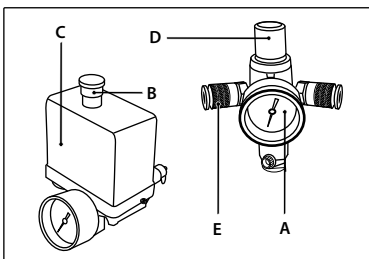

Рис. 9
Компрессор работает полностью автоматически при помощи реле давления (С) (рис. 9), останавливающего двигатель по достижении максимального давления и запускающего компрессор при падении давления до минимального установленного уровня (на 2 бара меньше максимального рабочего давления).
Чтобы остановить компрессор, переведите выключатель реле давления (В) в положение «OFF» (рис. 9) («Выключено»). Выключение прессостатом позволяет стравить сжатый воздух, находящийся в цилиндрах и нагнетательном контуре компрессора, что облегчает повторный запуск.
Регулировка выходного давления сжатого воздуха возможна с помощью выходного редуктора и манометра расхода выходного воздуха. Для этого достаточно повернуть вентиль редуктора (D) по часовой стрелке для увеличения давления, против часовой стрелки – для уменьшения давления. Закончив работу, рекомендуется перевести значение выходного давления на нуль по манометру (А) (рис. 9). Данная операция необходима, чтобы предотвратить увеличение погрешности и быстрый износ редуктора.
Подключение пневматического инструмента к компрессору осуществляется с помощью выходного быстросъемного штуцера (Е) (рис. 9) или разъема для пневматического шланга.